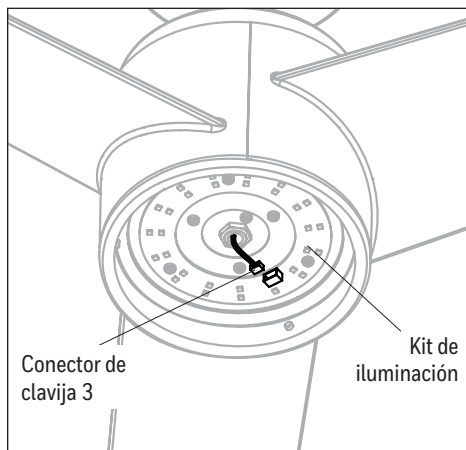

Figure 5.6
6. Luego, conecte el conector de 3 clavijas del ventilador al conector de 3 clavijas del kit de iluminación (Figure 5.6).